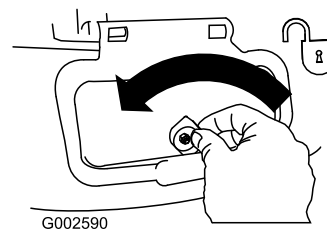

Figure 22
1. Déverrouillez le volet d'éjection latérale (Figure 22).